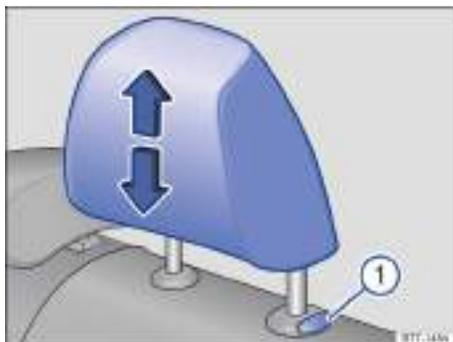
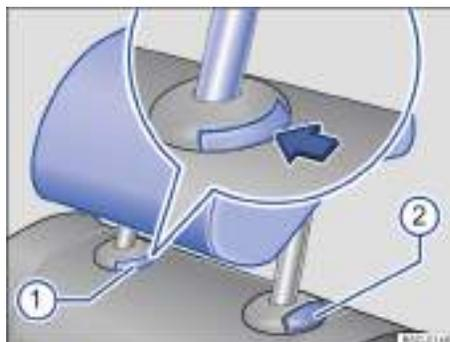

Fig. 70 Plazas traseras laterales: desmontar el apoyacabezas.
Fig. 71 Plaza trasera central: desmontar el apoyacabezas.
- Suba el apoyacabezas hasta el tope → ① en *Introducción al tema* de la página 80.
- Extraiga el apoyacabezas completamente a la vez que presiona la tecla → fig. 70 ① o → fig. 71 ①.
- Baje el apoyacabezas a la vez que presiona la tecla → fig. 70 ① o → fig. 71 ①.